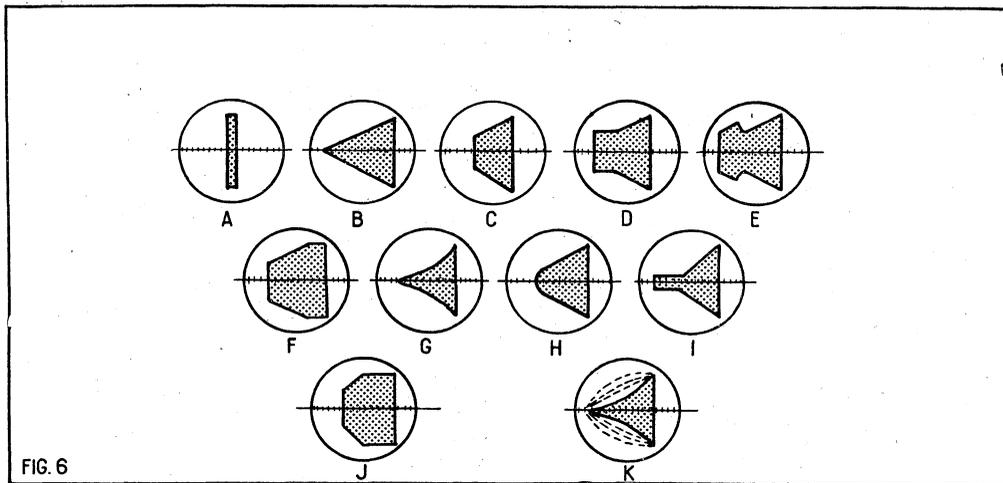

FIG. 6
fluorescente. Il y aura lieu pendant l'écoute ou l'attente de couper la HT, soit avec un relais ou un interrupteur, mais le relais supprimant les manœuvres est à préférer. Dès que l'émetteur est en fonctionnement, le spot accuse une élongation verticale dont il faudra régler l'amplitude en jouant sur le couplage des spires de la prise HF, comme il a été fait pour le système précédent. Sans modulation, la trace se présentera sous la forme de la figure 6 (A). La modulation agira sur les plaques horizontales, produisant un déplacement du spot égal en amplitude et en fréquence à la tension basse fréquence fournie par le modulateur. Pour une modulation à 100 %, la trace affectera la forme de la figure 6 (B) qui représente un triangle isocèle couché sur le côté. Les pointes de modulation positives sont du côté de la base du triangle, les pointes négatives étant du côté de son sommet. Pour une modulation à 100 % maximum, en prenant la trace verticale
sans modulation comme référence, nous devons trouver une élévation égale de chaque côté, ce qui correspond à une modulation symétrique. Dans le cas d'une modulation inférieure à 100 %, nous aurons la trace de la figure 6 (C). Mais il se pourra que l'on constate une différence notable entre les élévations horizontales dans le sens positif (base) ou le sens négatif (sommet), ceci pourra être mesuré avec précision à l'aide d'un réglage ou d'une languette de papier, comme dans le système précédent, mais cette fois-ci dans le sens horizontal.
La figure 6 (D) correspond à un émetteur modulé par la plaque et dont le transformateur est mal adapté. Les essais seront faits en comparant les figures et en déplaçant les prises sur le secondaire du transformateur s'il en existe. Si le transformateur est mal adapté, il se pourrait aussi que la trace prenne l'allure de la figure 6 (E), dans ce cas, un accrochage se produit dans le modulateur. La figure 6 (F) est donnée par un émetteur modulé par la plaque dont l'excitation HF est insuffisante, ou encore dont la polarisation de grille est mal réglée, ne permettant qu'une modulation à 50 %. Si l'émetteur est modulé par la grille, l'excitation est alors trop importante pour une modulation à 100 % dans les deux sens. Certains étages HF, équipés avec une triode ou des tétrodes ou encore des pentodes, sur des fréquences élevées, demandent à être neutrodynés. La vérification de ce travail pourra être faite à l'aide de l'oscilloscope. Un défaut de neutrodynage est indiqué par la figure 6 (G). Un autre défaut de neutrodynage est montré figure 6 (H). Il se manifeste dans un étage final modulé et dont la charge HF est mal adaptée, présentant un retour de HF ou encore des stationnaires. Il convient de se rappeler qu'une mauvaise adaptation de la charge à un circuit HF détruit le neutrodynage. La surmodulation négative plus que la positive est mise en évidence par le système du trapèze (fig. 6 I). Elle se présente sous la forme d'une bande qui vient s'allonger au sommet du triangle, la surmodulation positive ne pouvant être mise en évidence qu'à l'aide d'une mesure précise (voir plus haut). La figure 6 (J) nous montre la trace produite par un émetteur comportant au final une tétrode ou une pentode dont on ne module pas l'écran. Il se produit dans ces tubes un blocage qui freine la modulation, il y aura lieu de moduler ces deux électrodes, ou encore de vérifier si le condensateur de découplage écran n'est pas trop important ou ne présente pas une fuite très grande pour le courant alternatif.
Il peut se produire une trace double comme le représente la figure 6 (K), due à un déphasage dans l'amplificateur basse fréquence, et qui indique que le point de prise de balayage horizontal est mal choisi. Il existe encore bien des défauts, mais, avec un peu d'habitude, l'opérateur arrivera à déceler toutes les anomalies.